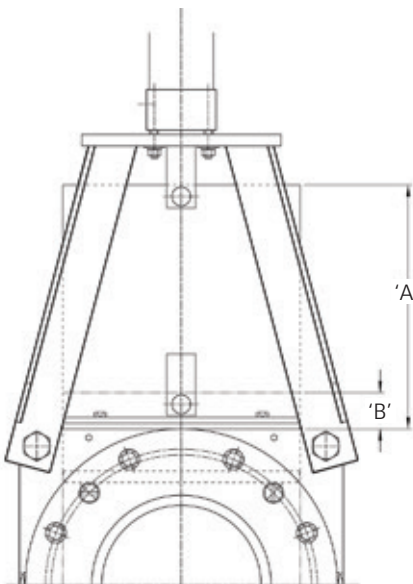

Figura 13
3. Para poder volver a montar con facilidad, usando un marcador permanente, dibuje una línea sobre la superficie de la compuerta junto a la parte superior de la placa de retención secundaria. Si no es factible marcar la compuerta, tomar nota de la dimensión desde la parte superior del alojamiento de la válvula hasta la parte superior de la compuerta en la posición totalmente abierta (consulte la Tabla 5, Figura 13, dimensión A).
- Apretar la compuerta al interior del conjunto del alojamiento de la válvula hasta que la marca dibujada sobre la placa de retención o la compuerta llegue aproximadamente a la dimensión A, Tabla 5, Figura 13.
- Realizar el ciclo de la válvula hasta la posición totalmente abierta y comprobar la posición de la compuerta usando los datos en la Tabla 5, Figura 13. Ajustar según sea necesario.
7. Apretar la compuerta al interior del conjunto del alojamiento de la válvula hasta que la marca dibujada sobre la placa de retención o la compuerta llegue aproximadamente a la dimensión A, Tabla 5, Figura 13.
14. Realizar el ciclo de la válvula hasta la posición totalmente abierta y comprobar la posición de la compuerta usando los datos en la Tabla 5, Figura 13. Ajustar según sea necesario.